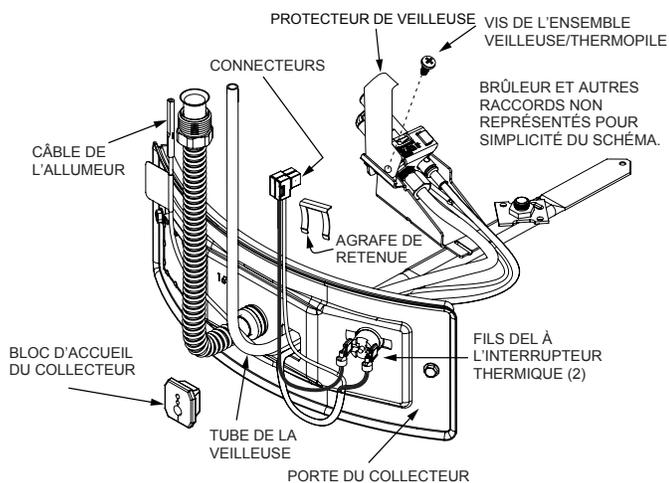

FIGURE 23.
2. Enlever la vis qui retient l'ensemble veilleuse/thermopile et le protecteur de la veilleuse au support de la veilleuse et garder pour utiliser de nouveau plus tard (Figure 23).
3. Enlever la vis qui retient l'ensemble veilleuse/thermopile au support de la veilleuse et garder pour utiliser de nouveau plus tard (Figure 23).
4. Lever directement l'agrafe de retenue de l'arrière du bloc d'accueil du collecteur (à l'aide d'un tournevis à lame plate), puis retirer le bloc d'accueil du collecteur de la porte du collecteur (Figure 23). **IMPORTANT : Faire attention de ne pas plier ou modifier la forme du tube de la veilleuse.** Il sera utilisé comme gabarit pour le nouvel ensemble de veilleuse. Notez l'emplacement/ordre des fils dans le bloc d'accueil du collecteur.
7. Acheminer le nouveau tube de la veilleuse, le fil de l'allumeur et la thermopile à travers l'ouverture dans la porte du collecteur. Voir Figure 23.